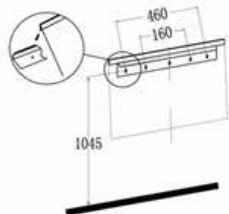

Fig. 4
- Para uma melhor visualização, marque as posições de fixação dos quatro parafusos superiores na parede, de acordo com as dimensões de fixação recomendadas - consultar Fig. 4.
- Levante cuidadosamente o aquecedor, certificando-se de que a saliência superior traseira do aquecedor encaixa no suporte de parede comprido (consultar Fig. 4 dentro do círculo) e está numa posição central.